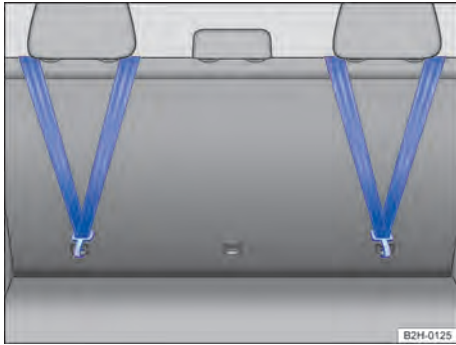

Fig. 43 En la parte posterior del respaldo del asiento trasero: cinturón de fijación superior enganchado.
5. Enganche el cinturón de fijación superior en la argolla de sujeción correspondiente → Fig. 43.